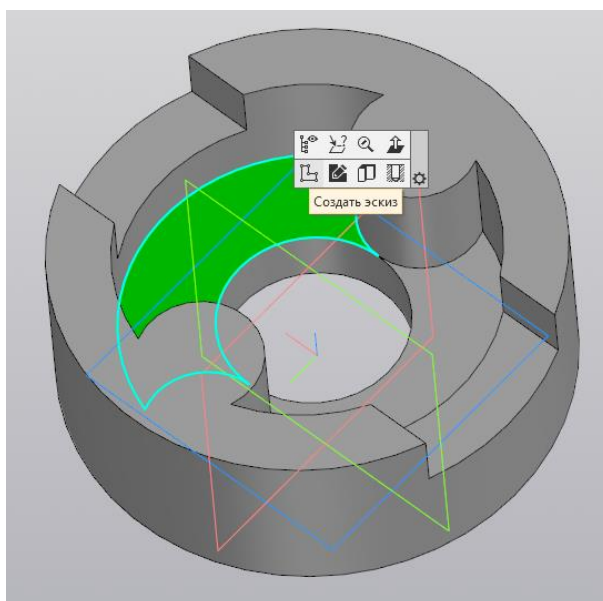

Рисунок 14 – Поверхность для построения нового эскиза
1.5 Выберите следующую поверхность для построения третьего эскиза (рис. 14.).